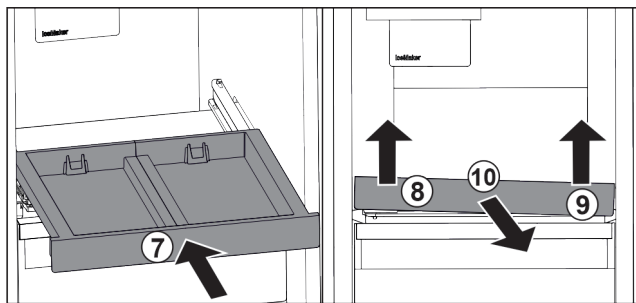

Fig. 25
- ▶ Inserire il ripiano estraibile. Fig. 25 (7)
- ▶ Sollevare il ripiano estraibile dalla parte anteriore a sinistra. Fig. 25 (8)
- ▶ Sollevare il ripiano estraibile dalla parte anteriore a destra. Fig. 25 (9)
- ▶ Rimuovere il ripiano estraibile tirandolo in avanti. Fig. 25 (10)